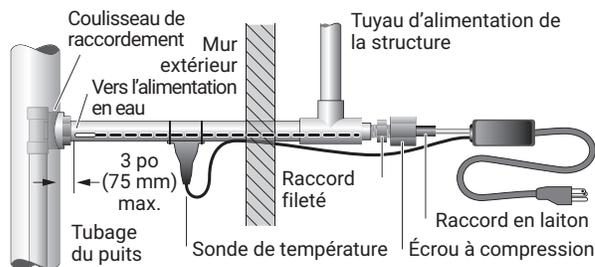

Figure 7
- Assurez-vous que l'adaptateur et les raccords de tuyauterie appropriés pour recevoir le raccord fileté sont raccordés au raccord en T conformément aux codes locaux, puis insérez complètement le câble dans le tuyau d'alimentation en eau par l'ouverture restante du raccord en T, comme indiqué à la figure 7 ou la figure 8, le cas échéant.
- Si aucun tuyau n'a été ajouté au raccord en T, assurez-vous que l'adaptateur et les raccords de tuyauterie appropriés pour recevoir le raccord fileté sont raccordés au raccord en T conformément aux codes locaux, puis insérez complètement le câble dans le tuyau d'alimentation en eau par l'ouverture restante du T, comme indiqué à la figure 7 ou la figure 8, le cas échéant.
- Déployez complètement le cordon de la sonde de température et fixez la sonde de température à la tuyauterie, comme illustré à la figure 7 (pour les traversées murales) ou à la figure 8 (pour les sols), le cas échéant, en utilisant les cordons de fixation fournis. Si l'installation est conforme à la figure 7, la sonde de température DOIT être fixée au tuyau aussi loin que possible de la paroi extérieure.